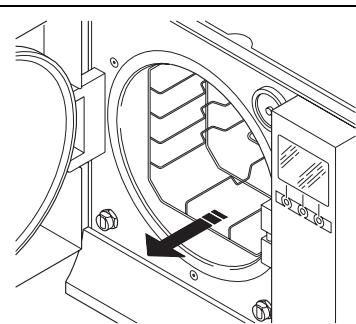

Рис. 10.2-2
Для увлажнения губки использовать дистиллированную или деминерализованную воду. Таким же образом следует чистить лотки и их подставки. Очистка стерилизационной камеры важна для устранения отложений, которые могут помешать нормальной работе устройства. Чтобы извлечь держатель для подносов: выньте подставку из камеры (Рис.10.2-2) так, чтобы не повредить зонд на дне камеры. После очистки, выполните обозначенные выше операции в обратном порядке.
2. С помощью регулировочного ключа (поставляется в комплекте, рис. 10.2.2-1) проверьте зазор между дверцей и ограждением (Рис. 10.2.2-2). Сделайте так, чтобы концевая часть вошла в гайку в центре люка.
3. Поверните настроечную шпильку против часовой стрелки, наблюдая за дверцей, на 1/8 оборота (для закрывания) (Рис. 10.2.2-3).
3. Нажать острым предметом (например, отверткой) на красную кнопку внутри отверстия (Рис. 10.2.2-5).